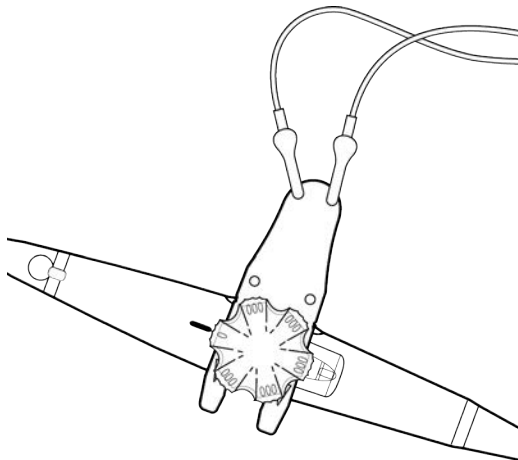

Рис. 21 Присоединение инструмента для тестирования на наличие проколов
- b** Подсоедините красные электроды к инструменту для тестирования на наличие проколов, как показано на Рис. 21.